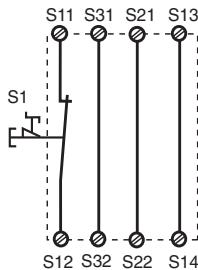

Fig. 2: Eingangskreis einkanalig, autom. Start/Single-channel input circuit, automatic reset/Commande par 1 canal, validation automatique
In Fig. 2 ... Fig. 10 sind Anschlussbeispiele für Not-Halt-Beschaltung mit automatischem und überwachtem Start, Schutztürsteuerungen sowie Kontaktvervielfachung durch externe Schütze.
- Fig. 2 und 7: **keine** Verbindung S33-S34
Beachten Sie bei Fig. 2 und 7: Das Gerät startet bei Spannungsausfall und -wiederkehr automatisch. Verhindern Sie einen unerwarteten Wiederanlauf durch externe Schaltungsmaßnahmen.
In Fig. 2 ... Fig. 10 are connection examples for Emergency Stop wiring with automatic and monitored reset. Safety gate controls as well as contact expansion via external contactors.
- Fig. 2 and 7: S33-S34 **not** connected
Please note for Fig. 2 and 7: the device starts automatically after loss of power. You should prevent an unintended start-up by using external circuitry measures.
Les figures 2 à 10 représentent les différents câblages possibles du PNOZ X3P à savoir : poussoir AU avec réarmement automatique ou auto-contrôlé, interrupteurs de position et augmentation du nombre des contacts de sécurité par contacteurs externes.
- Fig. 2 et 7: **pas** de câblage sur S33-S34
Dans le cas de la figure 2 et 7, l'appareil se réarme automatiquement après une coupure et une remise sous tension. Evitez tout risque de redémarrage par un câblage externe approprié.